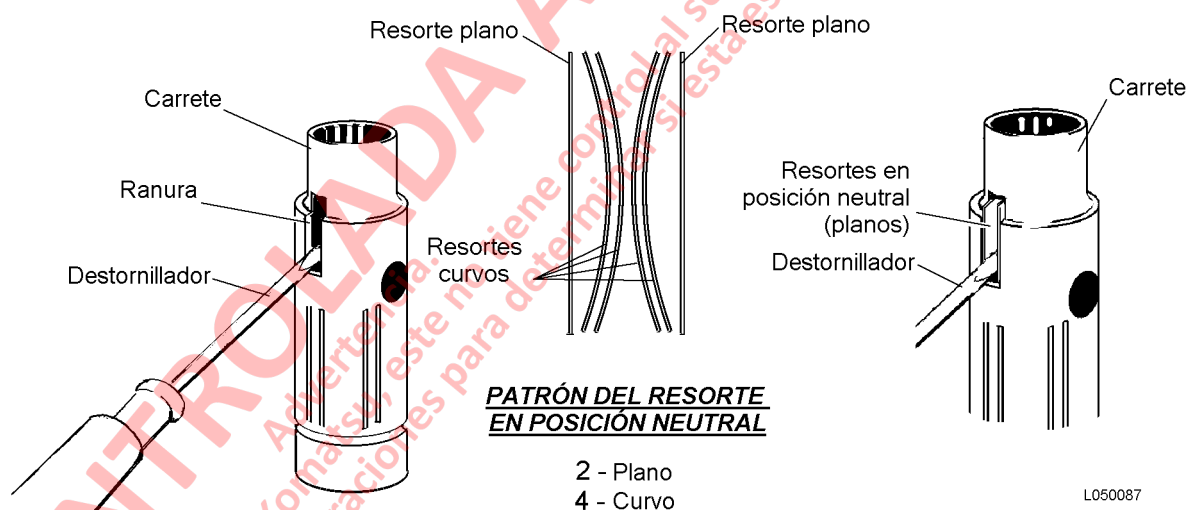

FIGURA 5-9. INSTALACIÓN DEL RESORTE DE POSICIÓN NEUTRAL
1. Para instalar los resortes de posición neutral, coloque un destornillador en la ranura del carrete, como lo indica la Figura 5-9